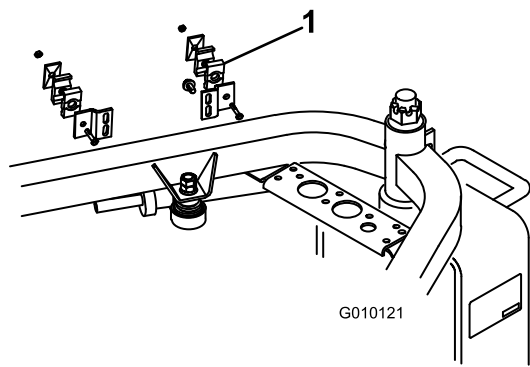

Figure 5
- Fixez les supports de collier de flexible (brides de maintien, plaque de protection, supports de dispositif de fixation, vis à tête hexagonale et contre-écrous) au cadre avec 4 vis autotaraudeuses (Figure 5).